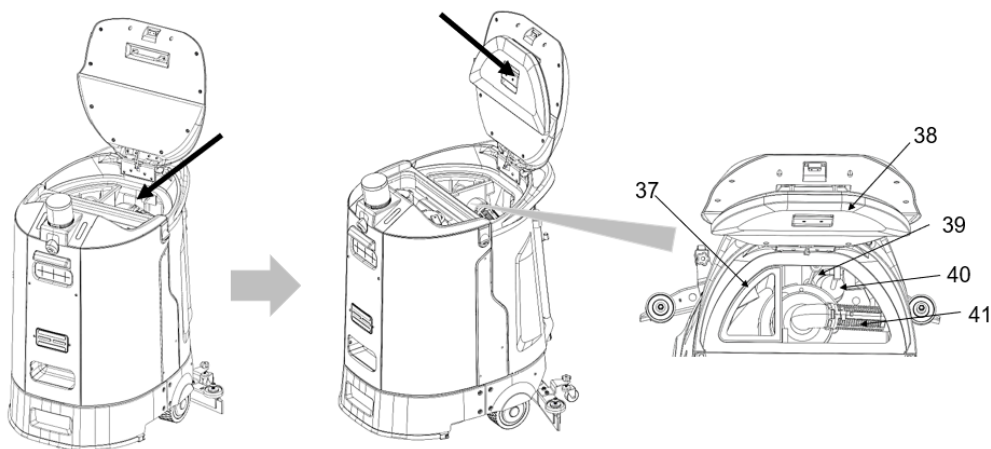

РИС.25
4. Снимите крышку бака грязной воды и повесьте её на верхнюю крышку машины, как показано на рис. 25
5. Извлеките сетчатый фильтр твердых частиц (37), опорожните и очистите его.
6. Промойте бак, поплавковый датчик (39), фильтр (40) и поплавковую запорную решётку (41).
9. Установите фильтр твердых частиц (37) обратно в машину.